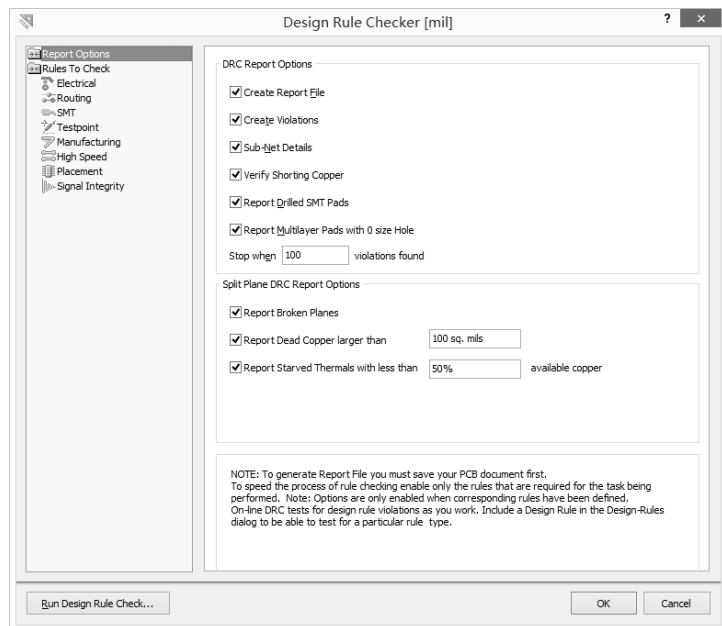

图 3.5.21 “Design Rule Check(设计规则检查器)”对话框
(1) 选择“Tools(工具)” “Design Rule Check(设计规则检查器)”命令,弹出“Design Rule Checker(设计规则检查器)”对话框,如图 3.5.21 所示。